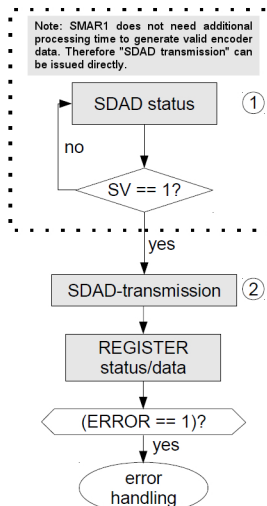

Figura 12 - Esempio di sequenza dei comandi Stato SDAD / Trasmissione SDAD
La Figura 12 mostra l'interazione dei due **Comando di stato SDAD** e **Comando di trasmissione SDAD**. Non è necessario iniziare ogni comunicazione dei sensor data con il **Comando di stato SDAD** (1). SMAR1 non ha tempo di processamento, pertanto può trasmettere direttamente in uscita dati del sensore validi. Per questa ragione la sequenza di comando può iniziare con il **Comando di trasmissione SDAD** (2). Successivamente, dovrebbe essere eseguito il **REGISTRO di stato / comando dati** per rilevare l'eventuale fallimento della comunicazione SPI.